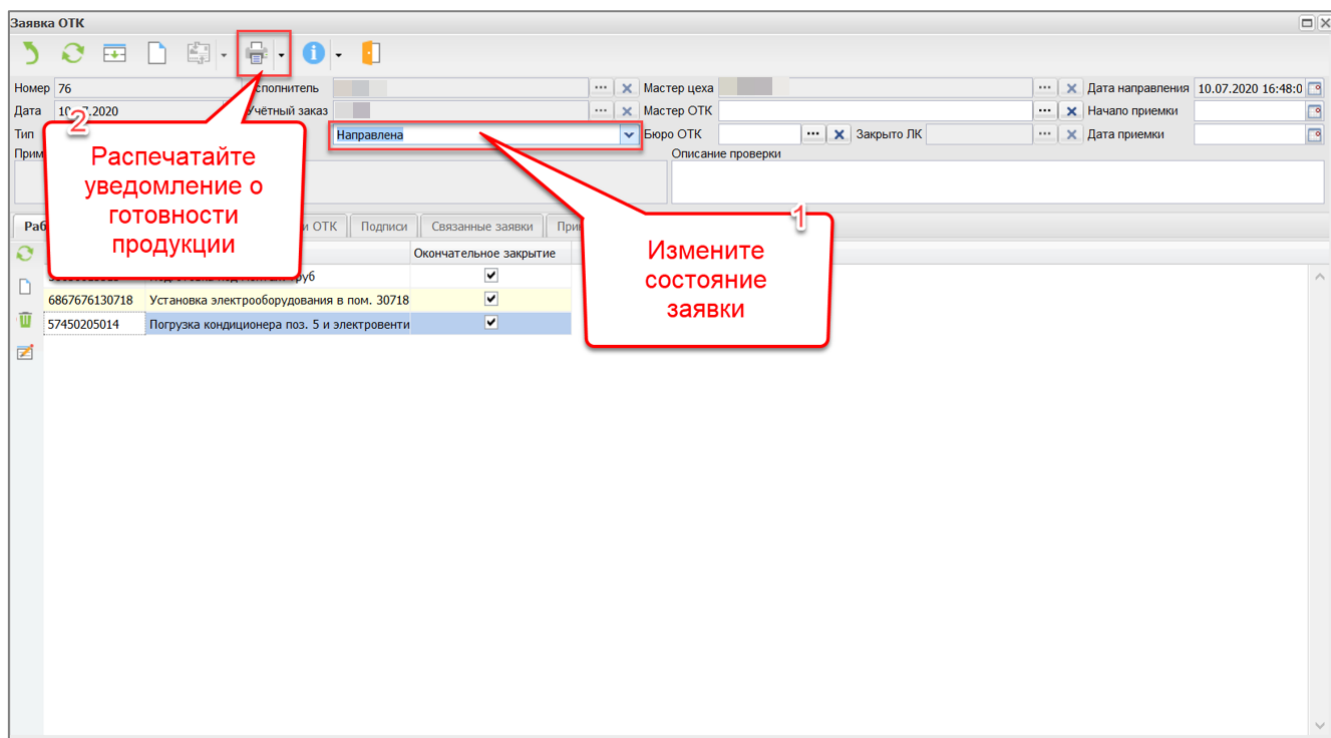

Рисунок 72 Печать уведомления о готовности
2) Изменить состояние на “Направлено”, распечатать уведомление о готовности продукции к предъявлению (Рисунок 72 Печать уведомления о готовностиРисунок 72).